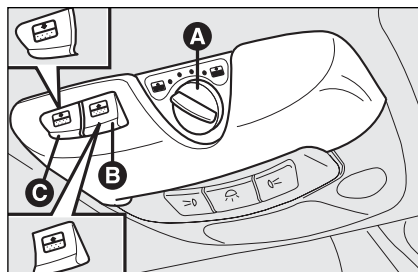

fig. 81
Con las láminas y la persiana parasol abiertas (mando **A**-fig. 81 en la quinta posición), el cierre de las láminas no influye la posición de la persiana.
Para abrir la persiana parasol pulse la tecla **C**-fig. 81.
Para cerrar la cortinilla parasol pulse la tecla **B**-fig. 81.
ADVERTENCIA Girando la llave de contacto a la posición **STOP** después de accionar las teclas **B**-fig. 81 o **C**, se completará el movimiento seleccionado.
- ☐ ponga el mando **A-fig. 81** en posición "0" (completamente cerrado);
En estos casos es posible desactivar el dispositivo cerrando el techo practicable (dentro de 5 segundos desde su intervención), girando el mando **A**-fig. 81 a la posición **0** y al mismo tiempo, manteniéndolo presionado hacia arriba hasta que se cierre.